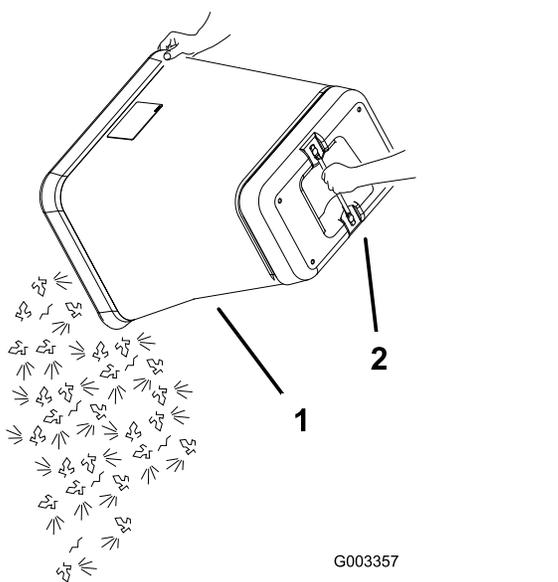

Figure 57
6. Saisissez la poignée située sous le bac et renversez ce dernier pour le vider (Figure 57).